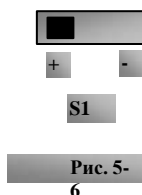
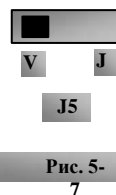

Рис. 5-6
Рис. 5-7
(7) Со стороны клемм управления имеется переключатель S1, показанный на Рис. 5-6. S1 используется для выбора диапазона входного напряжения канала AI1. При переключении S1 на —+I вводный диапазон равен 0~10В, при переключении S1 на —I вводный диапазон равен 10~10В.
(8) Замкните реле DI3, двигатель начнет работать вперед;
(9) Потенциометр может быть настроен и калиброван во время работы и использоваться для изменения текущей настройки частоты инвертора;
(10) Во время работы разомкните реле DI3, затем замкните реле DI4, направление работы изменится;
(11) Разомкните реле DI3 и DI4 и двигатель начнет замедляться до останова;
(12) Отключите питание вентилятора и инвертора.
(13) Аналоговая выходная клемма AO2 может выводить только сигнальный ток, клемма AO1 может выводить сигнальное напряжение и сигнальный ток, это выбирается переключателем J5, см. Рис. 5-7, зависимость вывода показана в таблице 5-4.